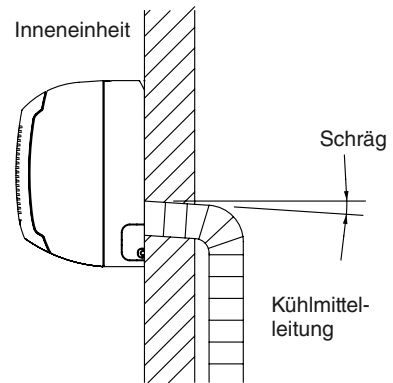

Abb. 3-74
- a) Der Ablaufschlauch soll ein Gefälle nach außen aufweisen. (Abb. 3-74)